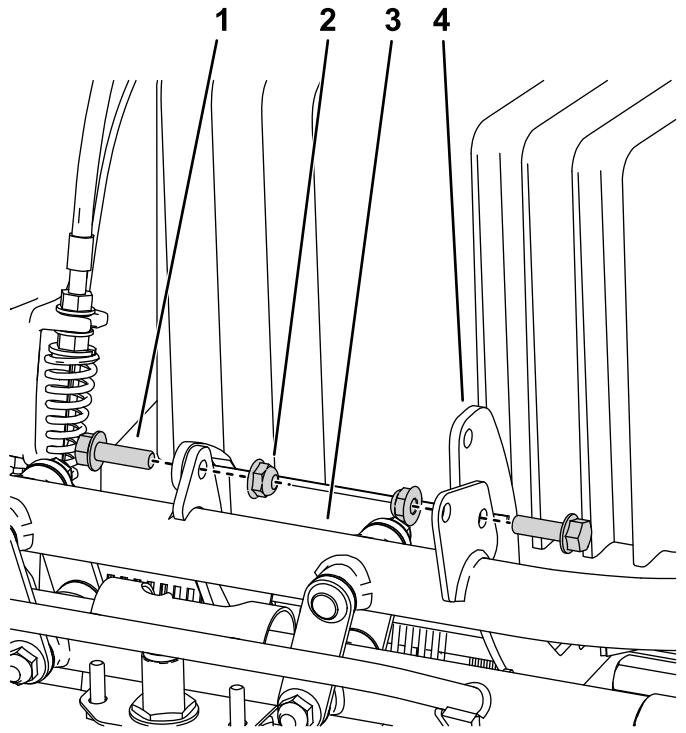

图 4
4. 卸下将电池平台固定到机器前部的 2 个螺栓和螺母并取下平台和电池 图 4。